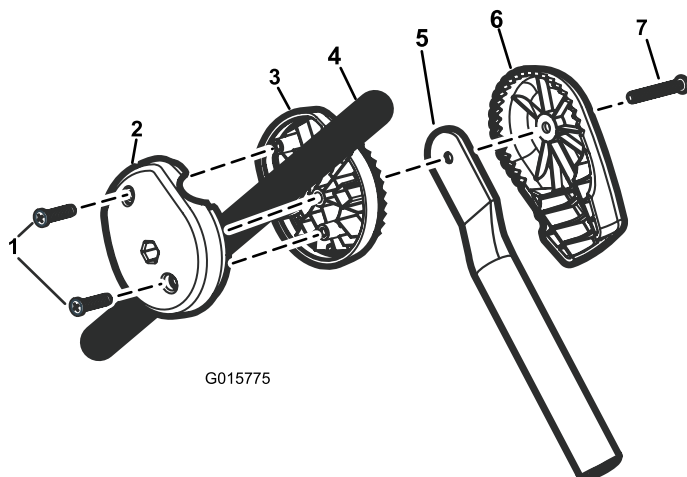
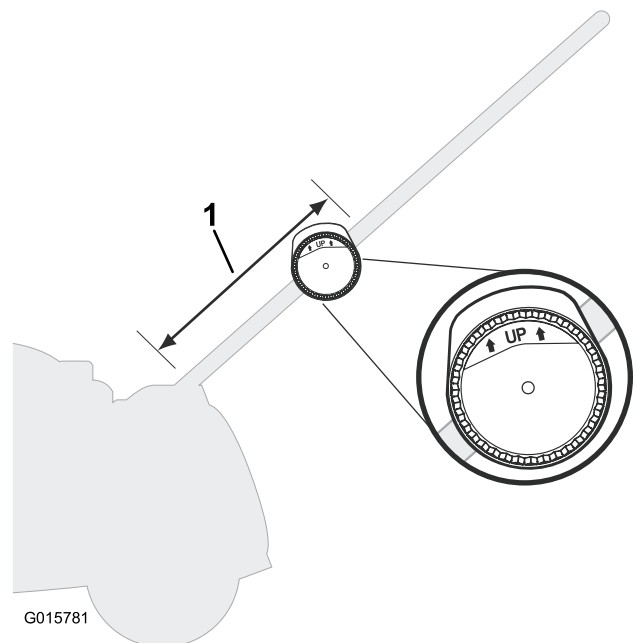

Figura 1
Figura 2
1. Coloque la pieza interior de la abrazadera en el interior del tercio inferior del manillar (Figura 1).
2. Coloque la pieza exterior de la abrazadera en el exterior del manillar, con la palabra **Up** hacia arriba (Figura 2), y conecte las dos piezas de la abrazadera al manillar con dos tornillos Phillips (Figura 1).
3. Coloque el tubo vertical en el ajustador de ángulo. Asegúrese de que la parte superior del tubo vertical está **plana** sobre la porción interior del ajustador de ángulo (Figura 1).
4. Utilice el tornillo de cabeza redonda para acoplar el tubo vertical y el ajustador de ángulo a la abrazadera, según se muestra en Figura 1.